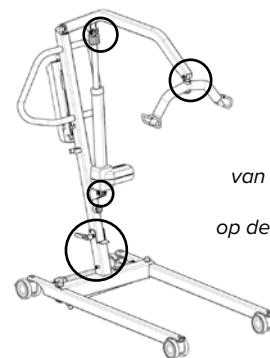

Fig. 2: Locatie van de zones met risico op beknelling op de SAMSOFT ELITE 180
- Op verschillende plaatsen op de tillift zijn knijppunten aanwezig waardoor de ledematen van het lichaam kunnen gekneld worden (Fig. 2).**